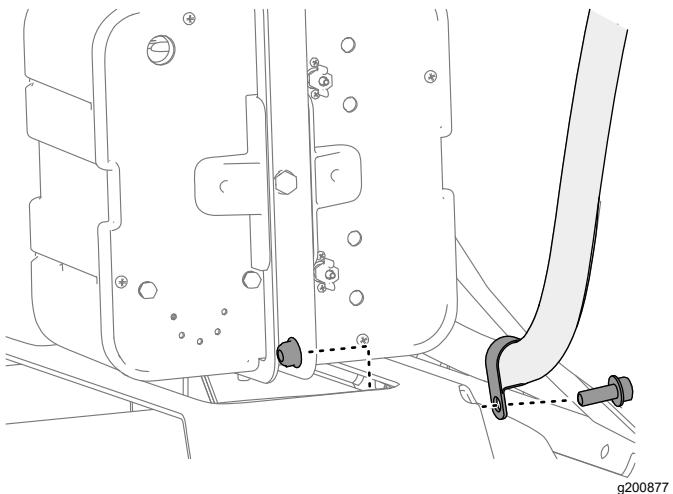

图 7
7. 如果机器安装了冲洗套件请按照 图 7 所示用 R 形夹固定冲洗套件软管。